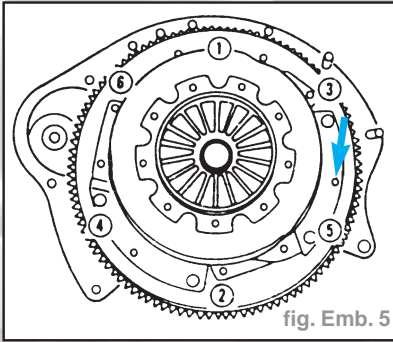

fig. Emb. 5
- Desserrer les vis dans l'ordre indiqué (fig. Emb. 5).
- Aligner le plateau à l'aide de la goupille de centrage du volant-moteur (flèche fig. Emb. 5).